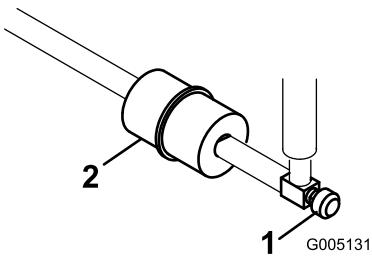

Figura 46
Nei tubi di alimentazione, tra il serbatoio del carburante ed il carburatore, è incorporato un filtro in linea (Figura 46). Verificate che la freccia sul filtro sia diretta lontano dal serbatoio del carburante.
1. Chiudete la valvola di intercettazione del carburante, allentate la fascetta stringitubo dal lato carburatore e rimuovete il tubo di alimentazione dal filtro (Figura 46).
2. Collocate una bacinella di spurgo sotto il filtro, allentate la restante fascetta stringitubo e rimuovete il filtro (Figura 46).